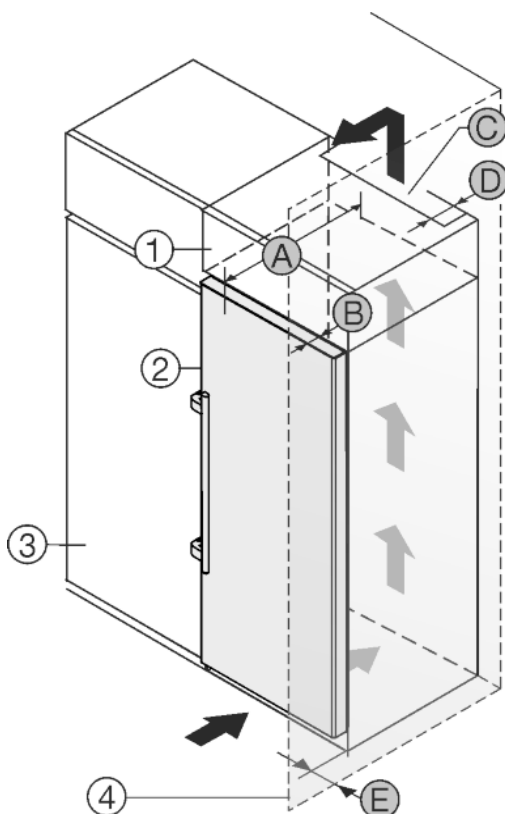

Fig. 23
Urządzenie może zostać obudowane szafkami kuchennymi. Aby dopasować urządzenie *Fig. 23 (2)* do wysokości ciągu szafek kuchennych, można nad urządzeniem umieścić szafkę nasadzaną *Fig. 23 (1)*.
Urządzenie można ustawić bezpośrednio obok szafki kuchennej *Fig. 23 (3)*. By móc całkowicie otworzyć drzwi, urządzenie musi wystawać przynajmniej o głębokość *Fig. 23 (B)* za front szafki kuchennej. W zależności od głębokości szafek kuchennych oraz od zastosowania elementów dystansowych urządzenie może wystawać jeszcze bardziej.
- Na tylnej ścianie szafki nasadzonej wymagany jest wywiewny kanał wentylacyjny o głębokości *Fig. 23 (D)* na całej szerokości szafki.
- Pod sufitem pomieszczenia należy zachować przekrój wentylacyjny *Fig. 23 (C)*.
Jeżeli urządzenie będzie ustawiane z zawiasami do ściany *Fig. 23 (4)*, to pomiędzy urządzeniem i ścianą należy zachować odstęp *Fig. 23 (E)*. Na taką odległość wystaje klamka przy otwartych drzwiach.